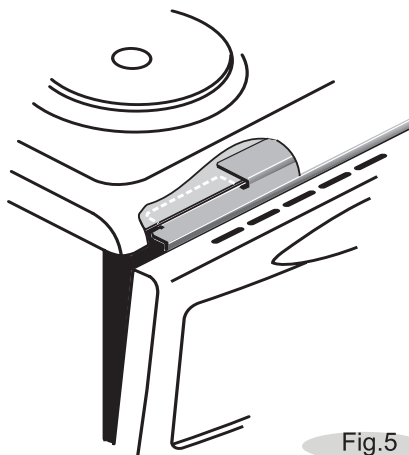

Fig.5
- La utilizarea grilului, întredeschideți ușa cuptorului și introduceți reflectorul (fig.5).